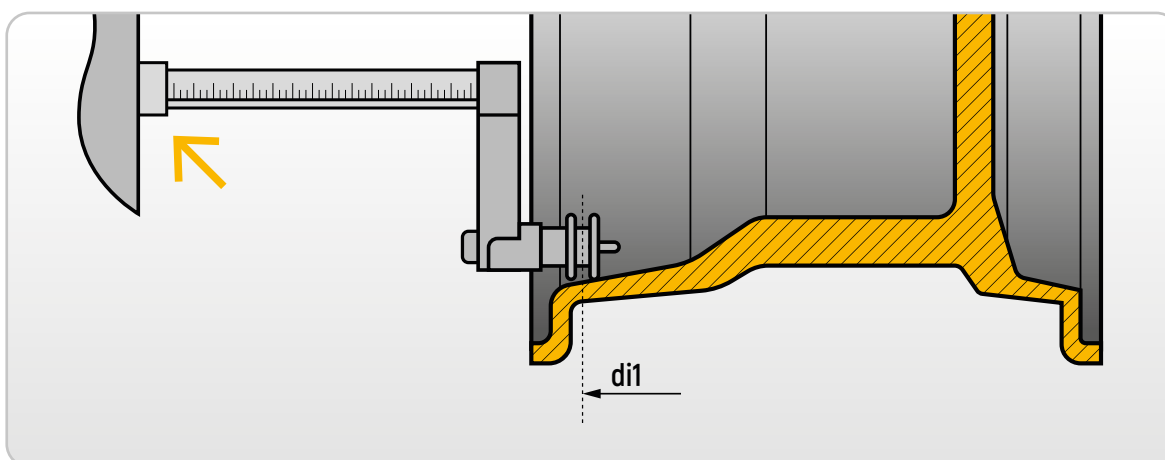

Figura 6.4 Leitura Manual da distância da roda no Tipo de programas ALS2
3. Se o tipo de programas for ALS2, aproxime o sensor de distância e coloque-o na face escolhido para o peso interno, como indicado na **Figura 6.4**.